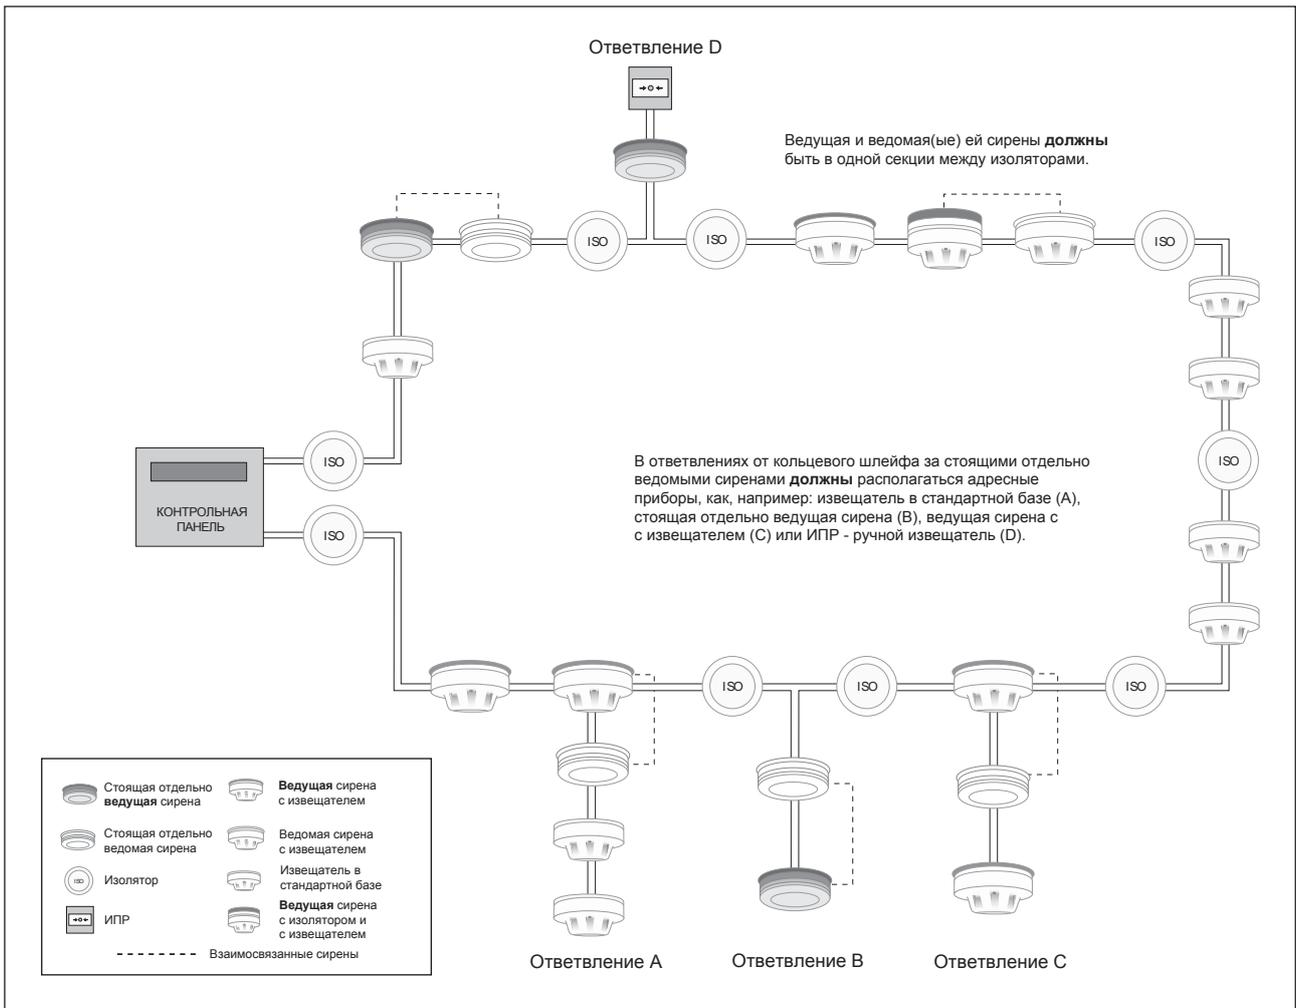

Рис.1. Схема установки ведущих и ведомых сирен в кольцевом шлейфе и ответвлениях.
- к ответвлению, в конце которого обязательно присутствует адресный прибор, отвечающий контрольному оборудованию (Рис. 1).